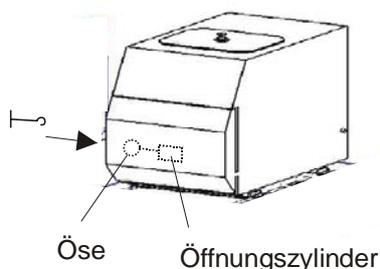

Bild 28: Einführung für die Notentriegelungshilfe
- ◆ Führen Sie die Notentriegelungshilfe in die Einführung für die Notentriegelungshilfe (siehe Bild 28).